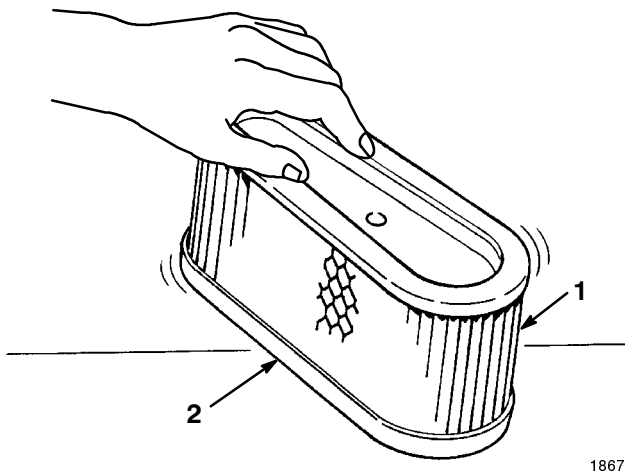

Abbildung 31
- A. Den Einsatz leicht auf eine flache Unterlage klopfen, um Staub und Schmutz zu beseitigen (Abb. 31).